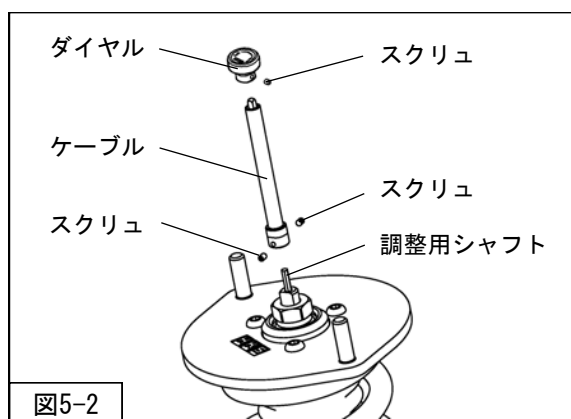

図5-2
2. 減衰力調整ケーブル（同梱品）からダイヤルを取外し、リアサスペンションASSY先端の調整用シャフトにケーブルを取付けてください。（図5-2）
スクリュの締付けは六角レンチ（1.5mm・同梱品）を使用してください。（図5-2）